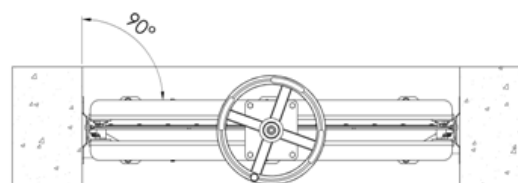

Figura 6
- Posicione a comporta dentro do canal existente. Certifique-se de que a comporta esteja perfeitamente alinhada e centralizada no canal (vide Figura 6)